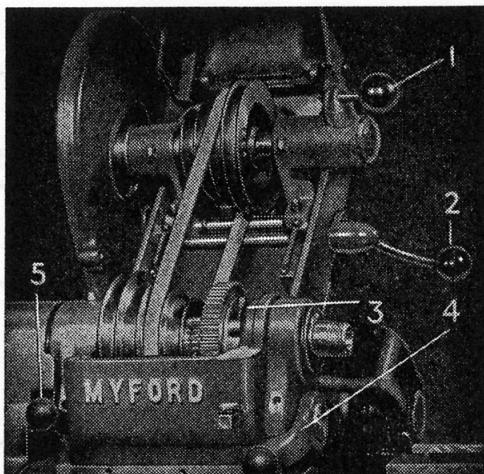

Fig.32 Emplacement des commandes de la poupée
L'accès de la courroie de la poupee, pour le changement de vitesses, est obtenu en soulevant le protecteur avant (voir Fig.32) et la tension de la courroie est diminuée en manoeuvrant le levier (2) prévu à cet effet.